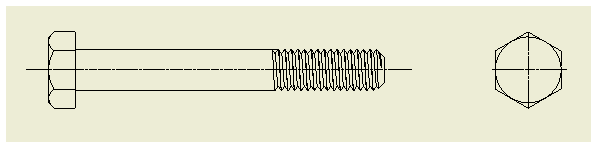

图 12-7 创建中心标记
②对于投影侧视图, 单击【标注】标签栏【符号】面板上的【中心标记】工具按钮, 移动鼠标指针到圆形中心左右, 则圆形的中心被自动捕捉, 显示为一个绿色的小圆点, 单击左键即可在圆形中心处创建中心标记, 如图 12-7 中的侧视图所示。